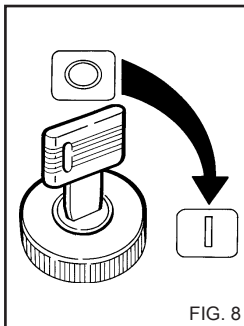

FIG. 8
1) Вставьте пусковой ключ и поверните его по часовой стрелке в положение "I", рис. 8, при этом загорятся световые индикаторы на капоте (поз. 6, рис. 6-7), указывая, что транспортное средство включено, и подождите 2-3 секунды. Включите аварийный выключатель, повернув ручку в положение "I" (рис. 6-7, поз. 7 - 11).
Поверните ключ 3 в положение О (все световые индикаторы должны быть выключены); поверните аварийный выключатель в положение "0" (рис. 8).